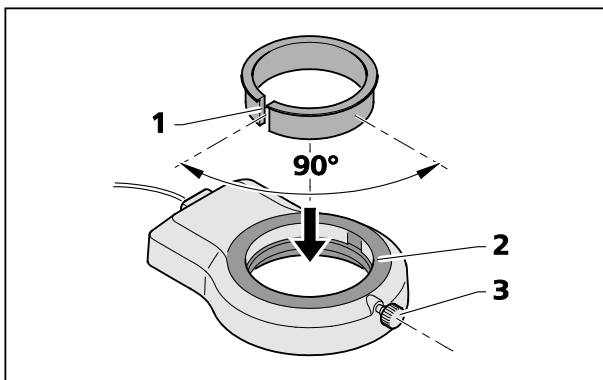

**Fig. 13** Montare la lampada anulare sul corpo di microscopio
- Inserire il cavo di allacciamento (Fig. 13/1) della lampada anulare (Fig. 13/4) nella presa inferiore (Fig. 13/2) del supporto dello Stemi e nella presa della lampada anulare.
- Inserire la lampada anulare dal basso verso l'alto nel corpo di microscopio (Fig. 13/3) e fissarla mediante la vite a testa zingrinata (Fig. 13/5).
- Spingere verso l'alto la lampada con adattatore sul modulo ottico aggiuntivo e fissarla mediante la vite di arresto (Fig. 14/3) (analogamente a Fig. 13).